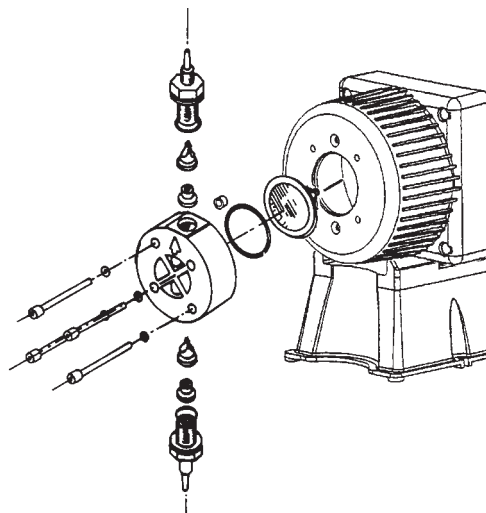

Fig. 11
2. Controllare almeno ogni 6 mesi il funzionamento della pompa, la tenuta delle viti e delle guarnizioni, per liquidi particolarmente aggressivi effettuare controlli anche più frequenti, controllare in particolare la concentrazione dell'additivo nell'impianto; una riduzione di tale concentrazione potrebbe essere determinata dalla usura delle valvole (che in tal caso vanno sostituite facendo attenzione nel rimontarle come in Fig. 11) o dall'intasamento del filtro che va pulito come al successivo punto 3.
Per effettuare questa operazione, se l'apparecchiatura non è fissata all'impianto si può farla pulsare per pochi secondi (15-30) tenendola capovolta e senza tubetti collegati ai raccordi, se ciò è impossibile smontare e rimontare il corpo pompa (Fig. 11), utilizzando le quattro viti di fissaggio.
Data la robustezza del sistema, guasti meccanici veri e propri non se ne verificano. Talvolta possono verificarsi perdite di liquido da qualche raccordo o ghiera fissatubo allentati, o più semplicemente dalla rottura del tubetto di mandata. Raramente eventuali perdite potrebbero essere determinate dalla rottura della membrana o dall'usura della guarnizione di tenuta della membrana stessa. Questi componenti in tal caso vanno sostituiti smontando le quattro viti del corpo pompa (Fig. 11), rimontando tali viti, serrarle in modo uniforme. Una volta eliminata la perdita, occorre pulire la pompa dosatrice da eventuali residui di additivo che ristagnando potrebbero aggredire chimicamente la cassa della pompa.
❶ - LA POMPA DOSATRICE DA IMPULSI MA NON IMMETTE ADDITIVO NELL'IMPIANTO
a. Smontare le valvole di aspirazione e mandata, pulirle e rimontarle nella stessa posizione (Fig. 11). Nel caso in cui si riscontrasse un rigonfiamento di dette valvole, verificare sull'apposita tabella la compatibilità dell'additivo con il tipo di valvola montata sulla pompa (valvola standard in viton; su richiesta silicone, etilene-propilene e nitrile, valvole a sfera, valvole K).